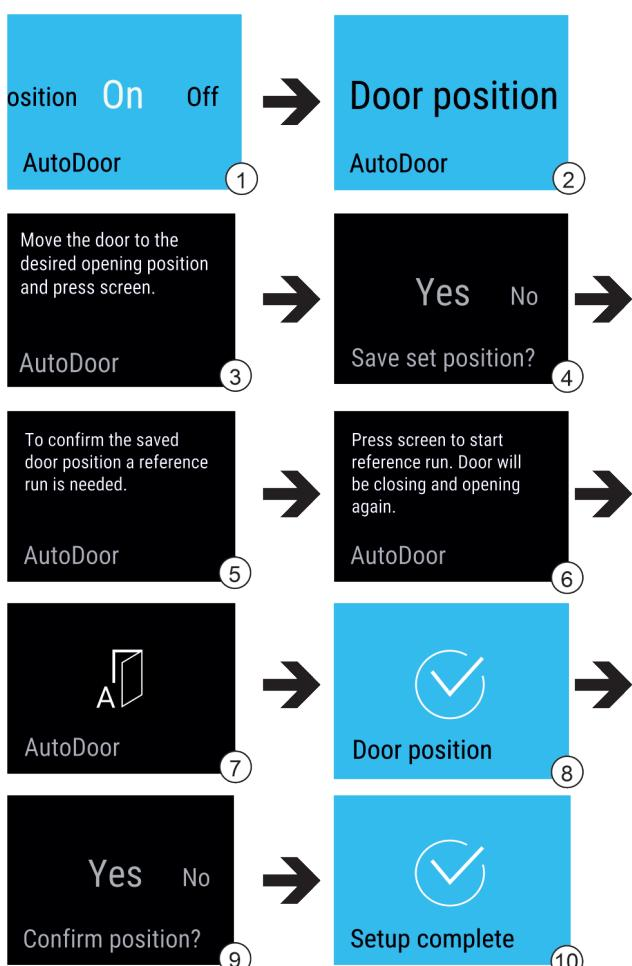

Fig. 17
- Вибрать функцию AutoDoor. Fig. 17 (1)
- Индикацию на дисплее переместить до появления Door position. Fig. 17 (2)
- Конфігурувати кут розкриття дверей: Відкрити двері мінімум на 70°. Fig. 17 (3)
- Підтвердити кут розкриття дверей: Торкнувшись повідомлення на дисплеї. Fig. 17 (4)
- Запустити встановлення у початкове положення: Торкнувшись дисплею. Fig. 17 (6)
- ▷ Дисплей блимає. Fig. 17 (7)
- ▷ Встановлення у початкове положення успішне: Дисплей стає блакитним на 2 секунди. Fig. 17 (8)
- Підтвердити кут розкриття дверей. Fig. 17 (9)
- ▷ Дисплей стає блакитним. Fig. 17 (10)